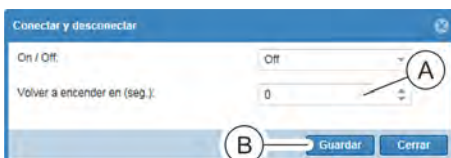

Fig. 103: Desconectar un enchufe hembra
5. **Solo para la desconexión:** en el menú de selección "Volver a encender en (seg.)" (Fig. 103/A), introduzca un tiempo.
6. Finalice el proceso con el botón "Guardar" (Fig. 103/ⓑ).